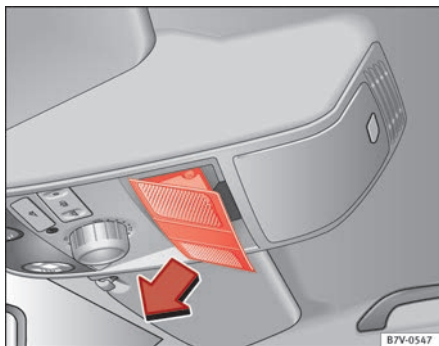

Fig. 193 En el revestimiento interior del techo: Retire la cubierta.
- Retire la cubierta en dirección de la flecha ⇒ fig. 193.